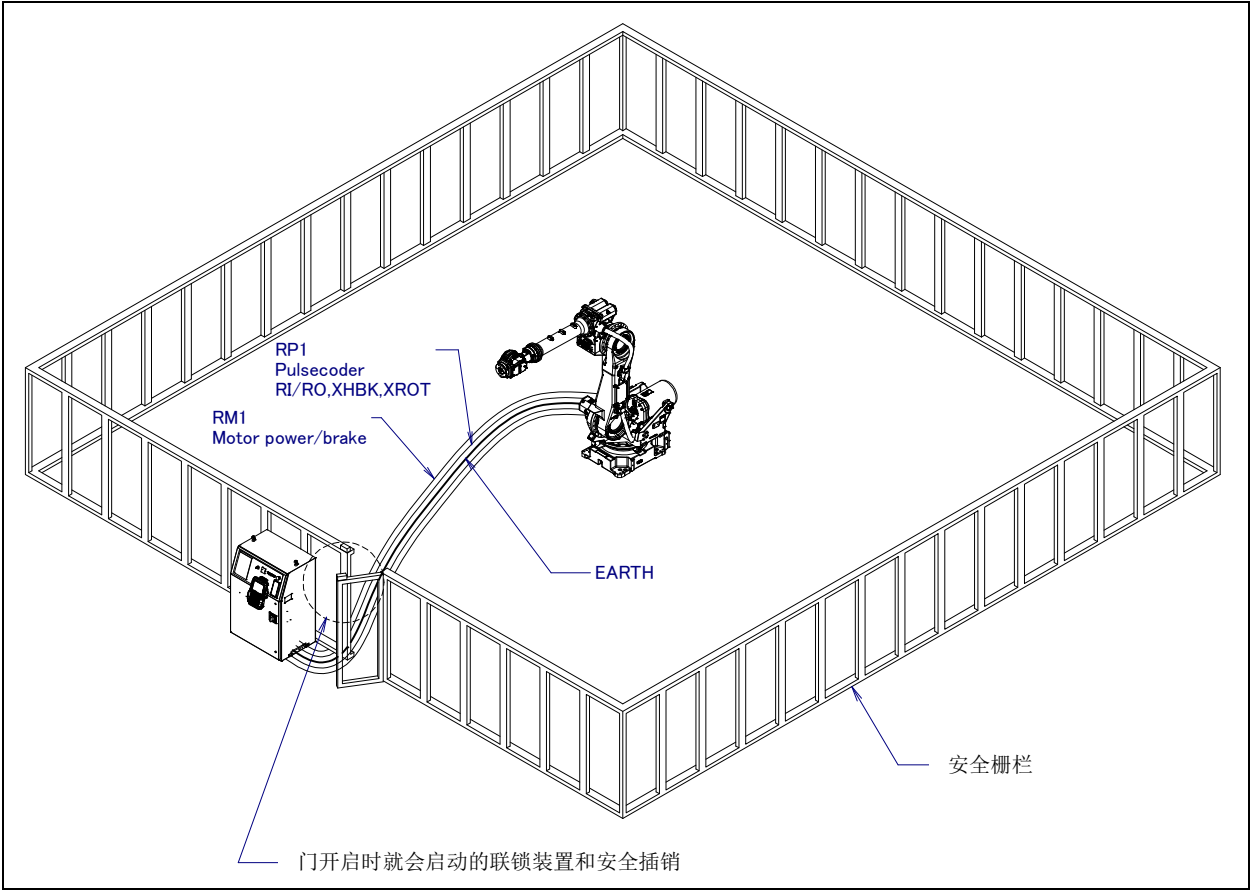

图 3 (a) 安全栅栏和安全门
- (14) 在使机器人操作时，务必在确认安全栅栏内没有人员后再进行操作。同时，检查是否存在潜在的危險，当确认存在潜在危險时，务必排除危險之后再进行操作。
- (15) 不要在下面所示的情形下使用机器人。否则，不仅会给机器人和外围设备造成不良影响，而且还可能导致使用者受重伤。
- (16) 在连接与停相关的外围设备(安全栅栏等)和机器人的各类信号(外部急停、栅栏等)时，务必确认停的动作，以避免错误连接。
- (17) 有关架台的准备，按照图 3 (c)，在安装或者维修作业时，请十分注意高地作业的安全。应考虑脚手架和安全皮带安装位置的确保。